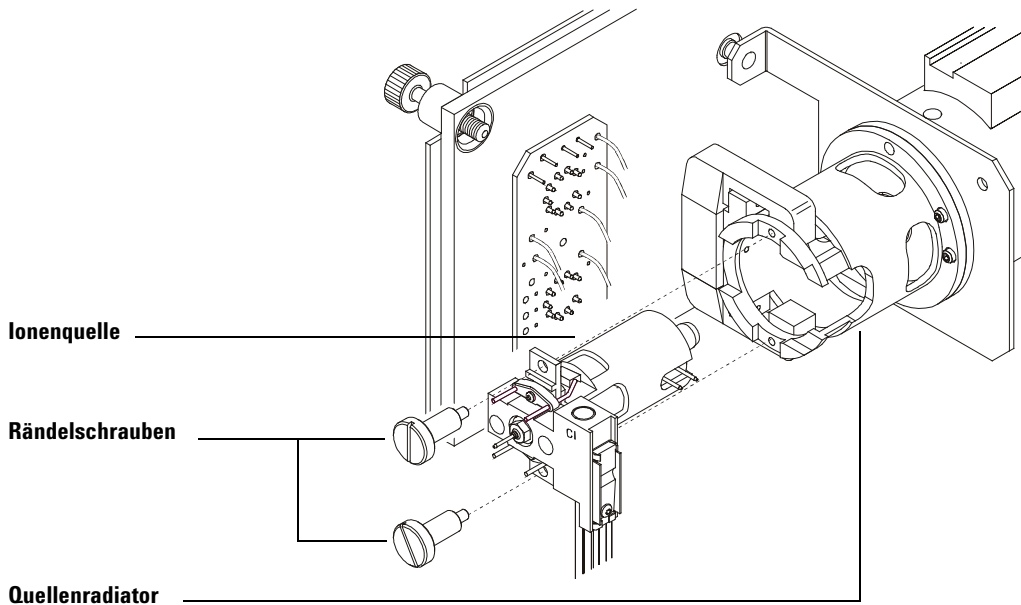

Abb. 34 Installieren der CI-Ionenquelle
- 4 Bringen Sie die Rändelschrauben wieder an (Abb. 34).